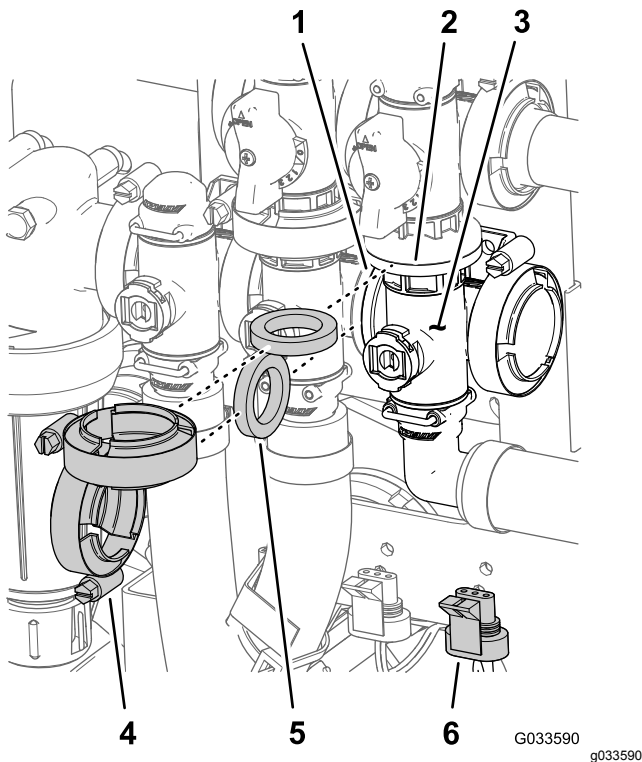

Figura 129
1. Alinee la brida del distribuidor de la válvula maestra de los brazos, una junta y la brida de la válvula maestra de desvío de los brazos (Figura 129).
2. Monte el distribuidor de la válvula maestra de los brazos, la junta y la válvula maestra de desvío de los brazos con una brida de fijación apretada a mano (Figura 129).
3. Alinee la brida del distribuidor de la válvula maestra, una junta y el distribuidor de la válvula de agitación (Figura 129).
4. Monte el distribuidor de la válvula maestra, la junta y el distribuidor de la válvula de agitación con una brida de fijación y apriete a mano (Figura 129).
7. Monte la válvula de agitación en el soporte de la válvula con el perno con arandela prensada y la contratuerca con arandela prensada (Figura 129) que retiró en el paso 3 de Retirada del distribuidor de la válvula maestra de los brazos \(página 85\), y apriete el perno y la tuerca a 10–12 N·m.